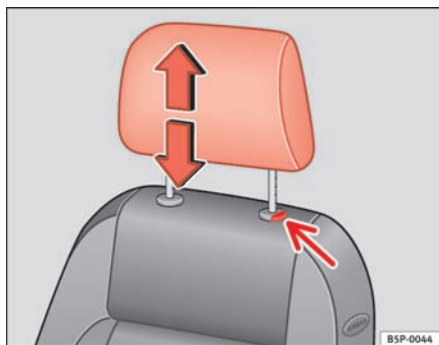

Fig. 94 Indstilling og afmontering af hovedstøtte
- Tryk på knappen ⇒ fig. 94 (pil).